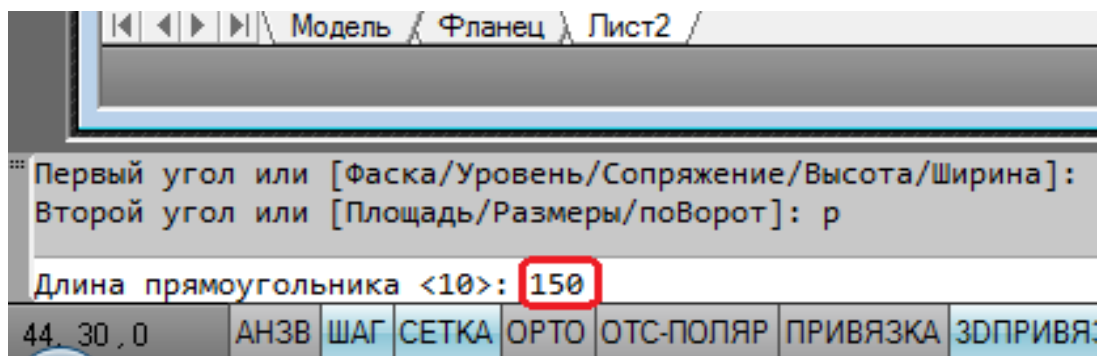

Рисунок 6.13
- ввести значение = 150 – Enter (рис. 6.13).